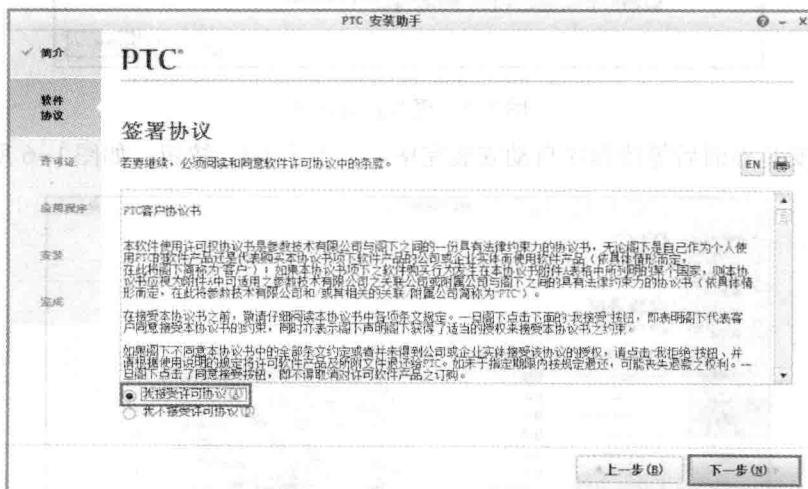

图 1-3 接受许可协议
- 3) 在如图 1-3 所示的安装对话框中选择“我接受许可协议”单选按钮，然后单击 按钮，进行下一步操作。